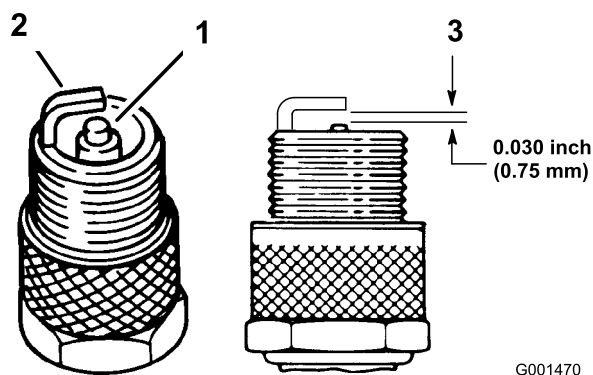

Bild 22
1. Sehen Sie sich die Mitte der Zündkerzen an (Bild 22). Wenn der Kerzenstein hellbraun oder grau ist, ist der Motor richtig eingestellt. Eine schwarze Schicht am Kerzenstein weist normalerweise auf einen schmutzigen Luftfilter hin.
2. Prüfen Sie den Abstand zwischen den mittleren und seitlichen Elektroden (Bild 22). Verbiegen Sie die seitliche Elektrode (Bild 22), wenn der Abstand nicht stimmt.
3. Schließen Sie den Zündkerzenstecker an die Zündkerzen an (Bild 22).